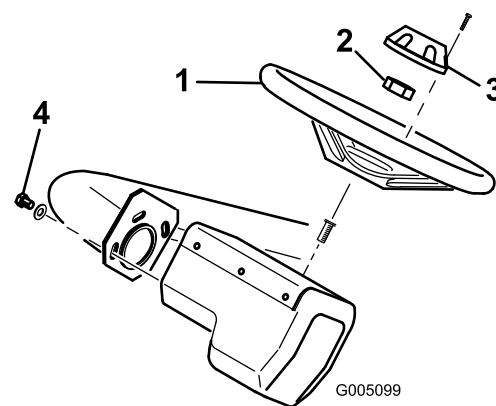

図 7
- ハンドルをシャフトにはめ込み、ジャムナットで固定する(図7)。43 Nm (4.4 kg.m)にトルク締めする。
- ハンドルにキャップをはめ込み、ネジで固定する(図7)。
注 オペレータの体格や好みに合わせてハンドルの位置を調整することができます；3本の取り付けネジをはずし、適当な高さにハンドルを調整してネジを元通りに締めてください(図7)。